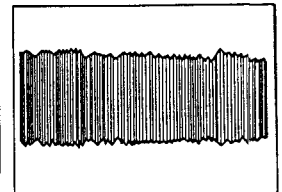

Fig. 1 Forme d'onde RF
5. Insérer le petit tournevis dans l'orifice de réglage de réfraction. Le réglage de réfraction vous permet de faire varier l'amplitude de la forme d'onde d'erreur TRKG. Trouver la position où l'amplitude de la forme d'onde est minimale avec un enveloppe douce. (Fig. 1)